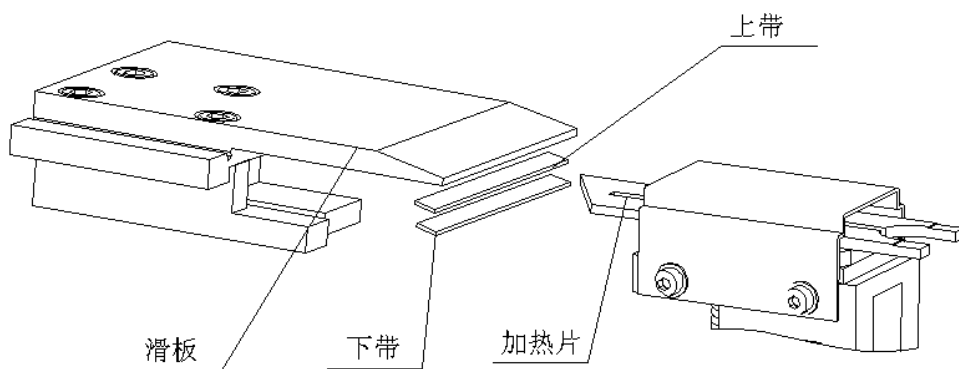

图 5-1
- b. 加热片变形: 加热片变形后, 不能插入两层带之间, 上下两层带不能粘合 (见图 5-1);